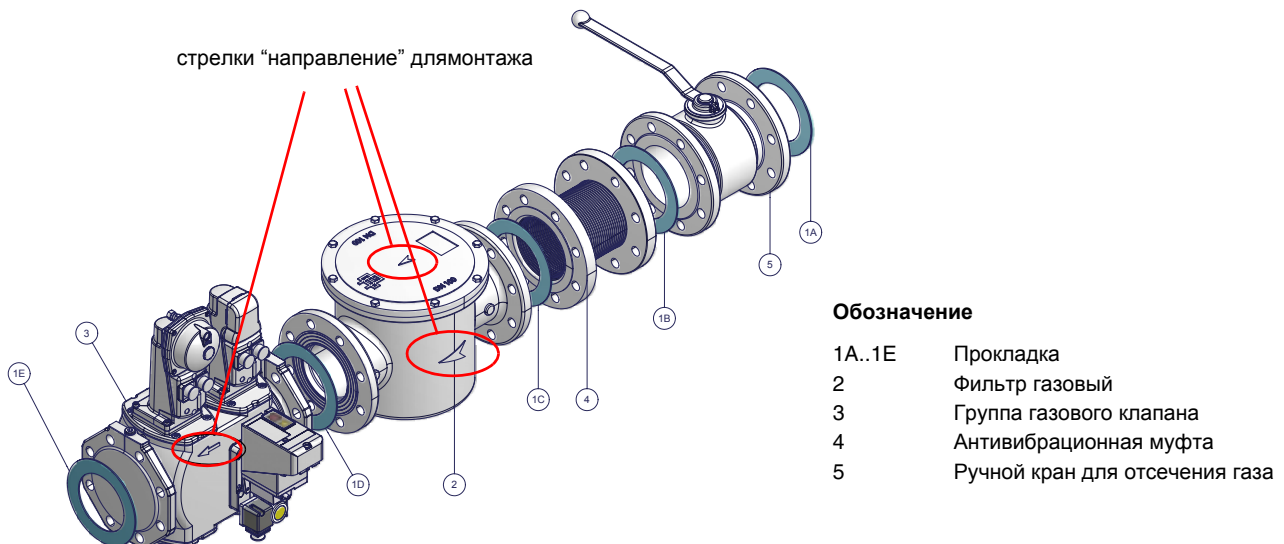

Рис. 6 - Пример газовой рампы
- 1 - б) при фланцевых соединениях: между соседними компонентами устанавливать прокладку (1A..1E - Рис. 6), совместимую с используемым газом,
ВНИМАНИЕ: после монтажа газовой рампы согласно схеме на Рис. 6, необходимо провести тестирование на герметичность газового контура, согласно требований действующих нормативов.